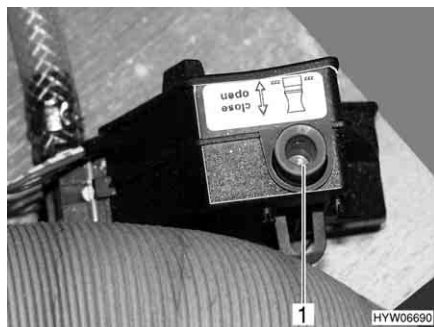

Fig. 41 Valve de sécurité et de vidange du chauffe-eau
- ▷ La pompe à eau et la robinetterie ne sont pas protégées du gel par la valve de sécurité et de vidange (Fig. 41).
Le chauffe-eau est équipé d'une valve de sécurité et de vidange (Fig. 41). La valve de sécurité et de vidange empêche que l'eau ne gèle dans le chauffe-eau lorsque le chauffage n'est pas allumé en cas de gel.
- Fermer la valve de sécurité et de vidange (Fig. 41). Pour cela, tirer l'interrupteur à tirette (Fig. 41,1) vers le haut.
- Ouvrir la valve de sécurité et de vidange (Fig. 41). Pousser l'interrupteur à tirette (Fig. 41,1) vers le bas. Le chauffe-eau est vidé à l'extérieur par le biais de la valve de sécurité et de vidange.